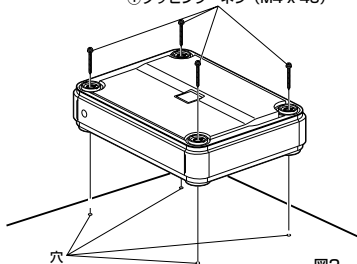

図2
- 3 4本のタッピング・ネジ（M4 x 40 / 付属品）で本機をしっかりと固定します。（図 2 参照）
①タッピング・ネジ（M4 x 40）